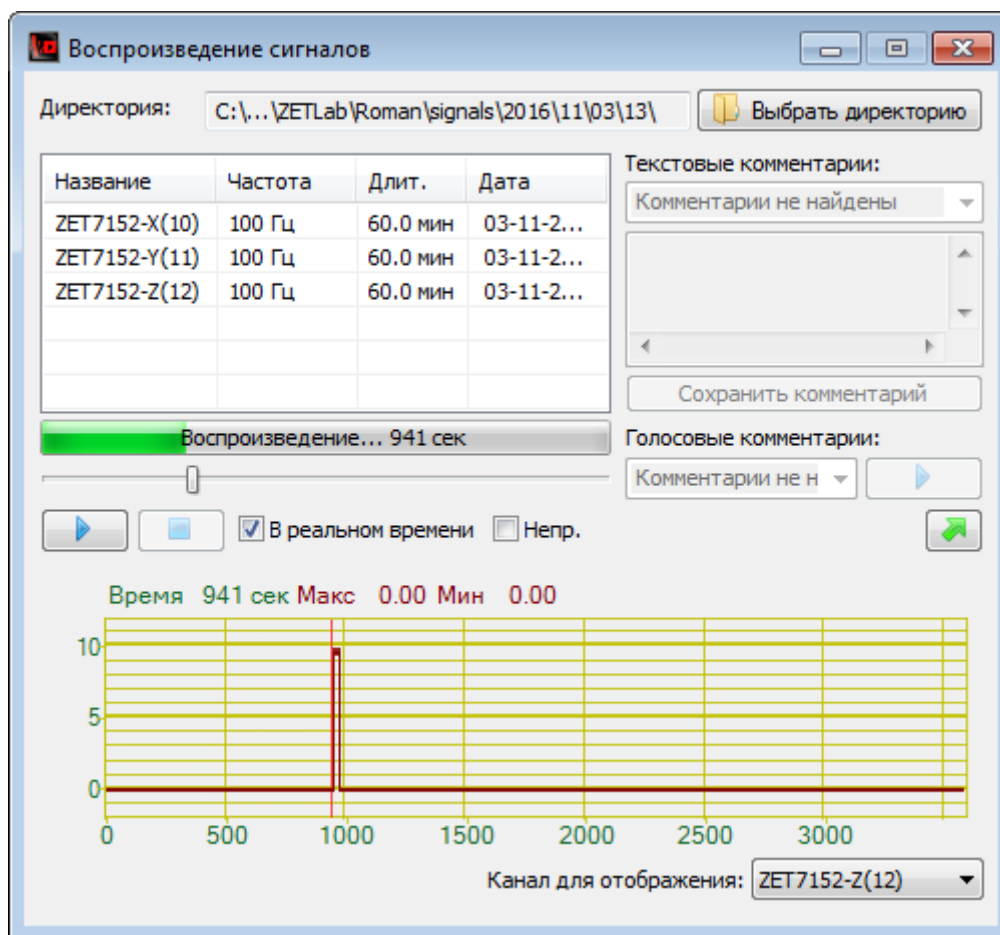

Рис. 4.13 График зависимости уровня сигнала от времени
7. Внизу окна программы «Воспроизведение сигналов» отобразится график зависимости уровня сигнала от времени (Рис. 4.13).